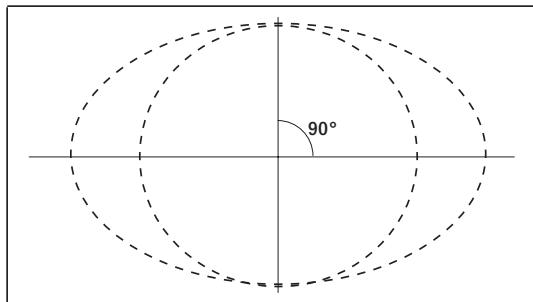

Fig. 2
**(Fig. 2)** Sur la partie non finie de la pièce, marquer les axes à 90° du cercle à réaliser.
**(Fig. 2)** Sur la partie non finie de la pièce, marquer les axes à 90° de l'ellipse à réaliser et déterminer les dimensions de l'ellipse.